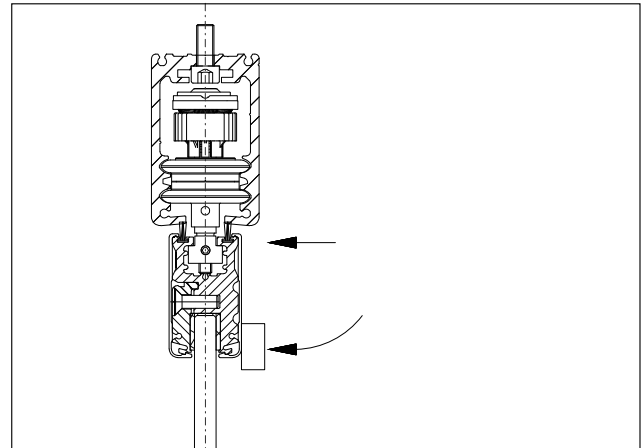

Abb. 52 Deckbleche aufklipsen
- Eine saubere Zulage auf die Deckblechante halten (Abb. 52).